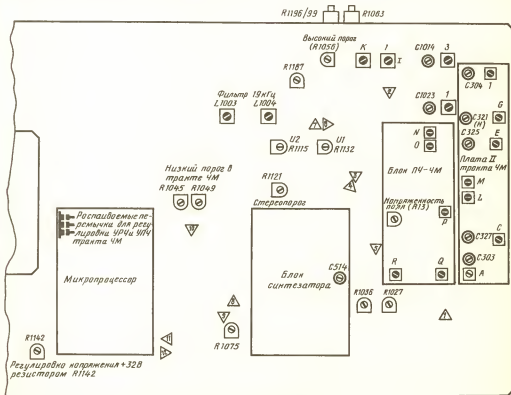

Рис. 3.38. Расположение основных регулировочных точек тюнера ST-6000
**Регулировка тюнера. Регулировка тракта АМ.** Для их выполнения иужно подключить к регулировочным точкам (рис. 3.38) и к разъемам тюнера следующие приборы.
установить от 10 до 30 мкВ. Ручкой иастройки тюнера установите частоту 560 кГц. Катушкой рис. 3.38 3 контура УПЧ иужно добиться максимального значения сигнала ПЧ, контуром 1 УПЧ — максимума и симметрии характеристики ПЧ. Керамический фильтр обеспечивает среднюю частоту 460 кГц  $\pm 800$  Гц.
**Регулировка прохождения через ноль.** В тракте АМ она выполняется, когда тюнер установлен в режим ручной настройки частоты. С помощью катушки II контура ПЧ нужно добиться, чтобы прохождение через ноль детекторной характеристики происходило при напряжении  $0 \pm 10$  мВ между измерительными точками  $\nabla 6$  и  $\nabla$  (рис. 3.38).
**Регулировка автоматического поиска радиостанций.** Следует включить вольтметр между точкой  $\nabla 10$  и массой (см. рис. 3.38). Переключатель устройства бесшумной настройки перевести в положение «Включено». Измерительный генератор сигнала АМ и ЧМ с помощью мостика подключить ко входу «Антенна» тюнера с волновым сопротивлением 75 Ом. Переменный резистор R1063, расположенный на задней панели тюнера, перевести в правое положение до упора.
**Проверка светодиодного индикатора стереобаланса** производится при подаче на вход с сопротивлением 75 Ом ЧМ-сигнала частотой 95,2 МГц с амплитудой 1 мВ. Модулирующая частота составляет 50 Гц, девиация равна 40 кГц. Тюнер настраивается точно на указанную частоту. Переключатель «Гетеродин» находится в положении «Включено». Необходимо соединить точки 11 и 12 (см. рис. 3.38). После этого может светиться только зеленый светодиод индикатора (середина, стереобаланс). Уберите соединительную перемычку между точками 11 и 12.
16. Если в память не удастся записать частоту фиксированной настройки и буквенное обозначение радиостанции, нужно измерить напряжение в точке  $\nabla 3$  (см. рис. 3.38) и убедиться, что оно составляет 4,7 В при включенном тюнере. Если напряжение отсутствует, следует проверить диод VD609. Затем нужно измерить напряжение при выключенном тюнере в точке  $\nabla 3$ . Оно должно составлять около 2,7 В. Если напряжение отсутствует, нужно проверить диод VD608 и резервную батарею блока памяти. Если они исправны, заменить микропроцессор.